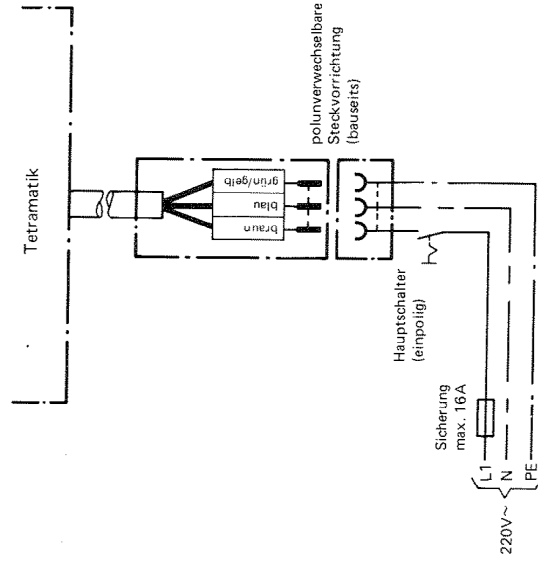

Abb. 3 Netzanschluß der Tetramatik mit polunverwechselbarer Steckvorrichtung
2. Anschluß über eine bauseits gestellte polunverwechselbare Steckvorrichtung (Abb. 3).